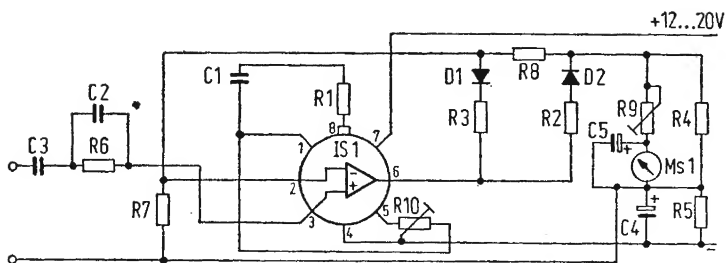

Fig. 3.05. Raddrizzatore di precisione per strumenti di misura di tensioni alternate.
In Fig. 3.05 è rappresentato un raddrizzatore di precisione adatto per strumenti di misura per tensioni alternate. Si tratta di un raddrizzatore di una semionda, che amplifica moltissimo la semionda positiva attraverso la resistenza di controreazione R8 applicata all'ingresso invertito, mentre la semionda negativa viene pressoché soppressa non avendo nessuna reazione. Lo stadio di correzione C2/R6 serve a rendere lineare l'andamento della frequenza fino a circa 10 kHz. Se ad entrambi gli ingressi si applica un partitore di tensione analogo a quello dell'esempio precedente, si ottiene un voltmetro per tensioni alternate con la scala lineare. La forte amplificazione a vuoto dell'amplificatore operazionale compensa completamente la non linearità del diodo raddrizzatore. Con il potenziometro trimmer R10 si esegue il bilanciamento della tensione di zero, con R9 si tara il circuito regolando esattamente l'indicazione dello strumento di misura.
**Lista componenti del raddrizzatore di precisione di Fig. 3.05**